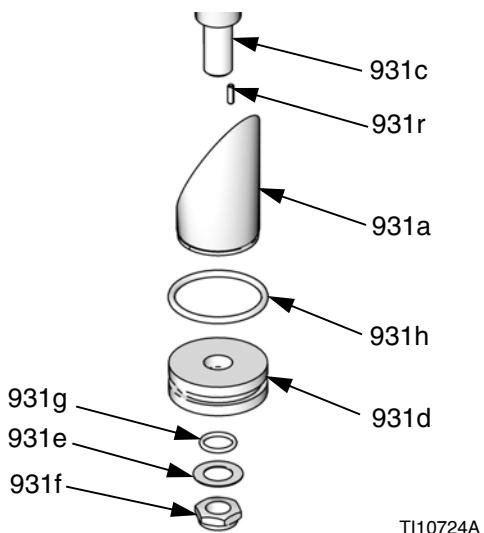

Рис. 38: Однопостовой поршень
4. Осторожно вытяните шток поршня (931c) и поршень (931d) вертикально с основания. См. Рис. 38.